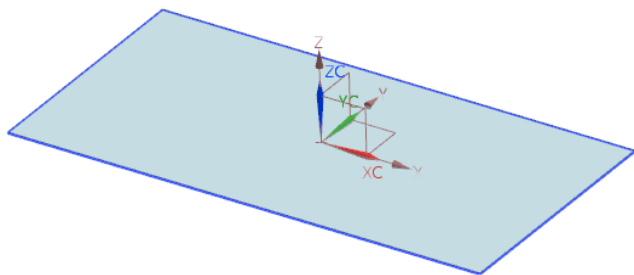

图 5-68 创建突出块特征
(3) 在“厚度”文本框中输入 1。单击  按钮, 创建突出块特征, 如图 5-68 所示。